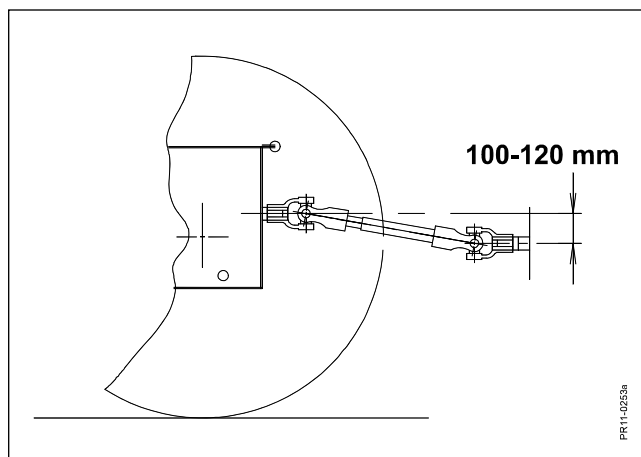

Fig. 2-13
- Fig. 2-13** 8) Maskinens arbejdsstilling fastlægges, idet kraftindtaget (PIC) på vinkelgearet på toprammen skal være 100 - 120 mm lavere end traktorens PTO. Dette svarer til en hældning for KO-akslen på ca.10°.